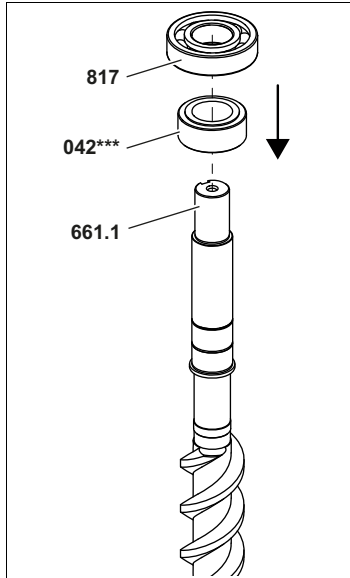

Fig. 25
1. Pousser le cylindre de compensation **042***** sur l'arbre de la vis principale **661.1** et presser le roulement à billes **817**, voir Fig. 25, page 39.